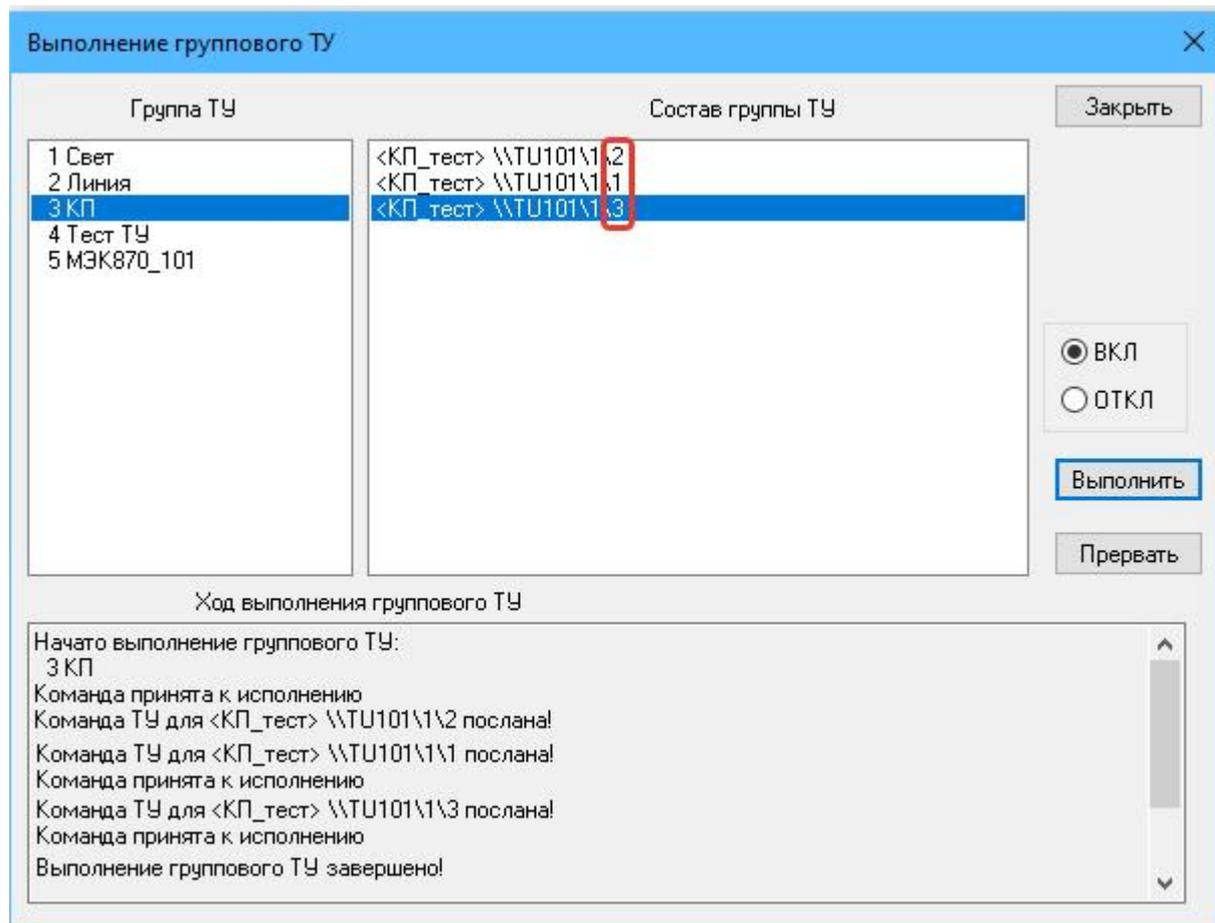

Рисунок 135 – Окно «Выполнение группового ТУ»
- в появившемся окне «Выполнение группового ТУ» (рисунок 135) выбрать группу ТУ для выполнения команды (например, КП);